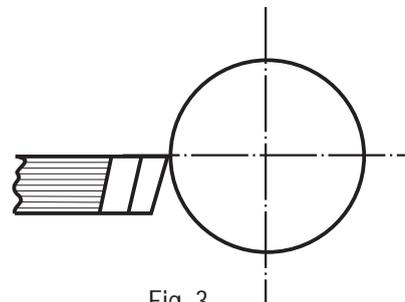

Fig. 3
- a) Ubiquela a la altura del centro (Fig. 3).